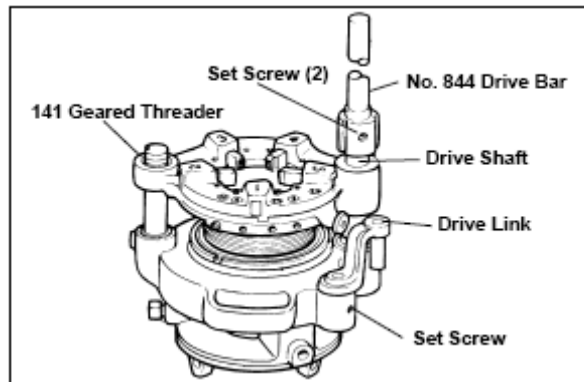

图15 — 844驱动轴和连接件
4. 安装844驱动轴（见图15）到141上，并拧紧两个螺栓。